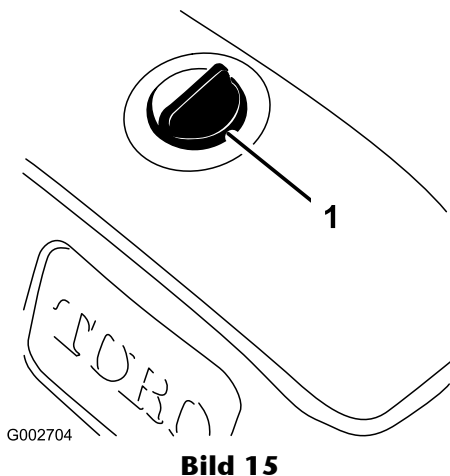

Bild 15
1. Säubern Sie den Bereich um den Deckel des Hydraulikölbehälters, damit keine Fremdkörper in den Tank gelangen (Bild 15).